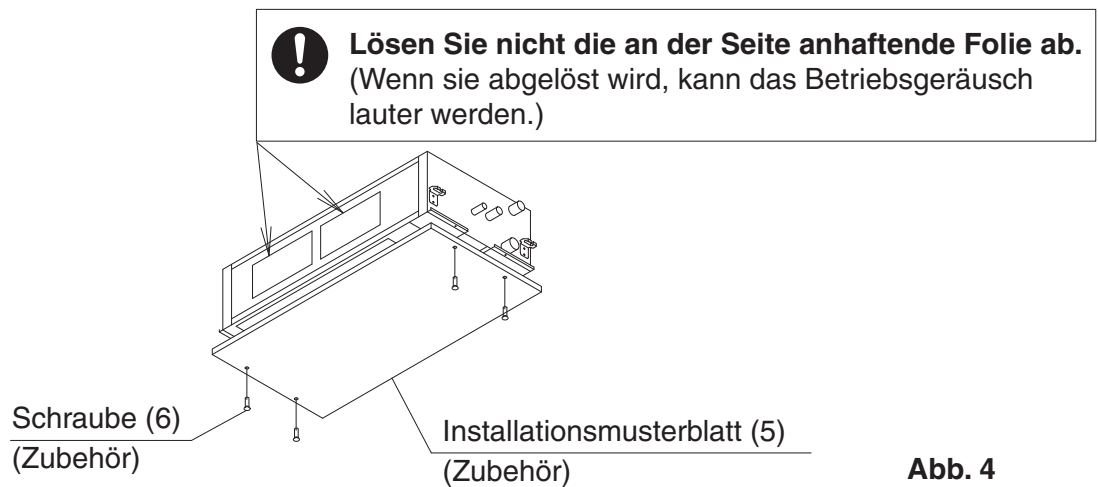

Abb. 4
- Das Installationsmusterblatt (5) ist an die Abmessungen des Deckendurchbruchs angeglichen. Lassen Sie sich den Abstand zwischen Deckenunterseite und Boden vom Erbauer der Decke bestätigen.
- Die Mitte des Deckendurchbruchs ist auf dem Installationsmusterblatt (5) gezeigt.
- Befestigen Sie das Installationsmusterblatt (5) mit vier Schrauben (6) an der Unterseite des Innengeräts. **(Siehe Abb. 4)**